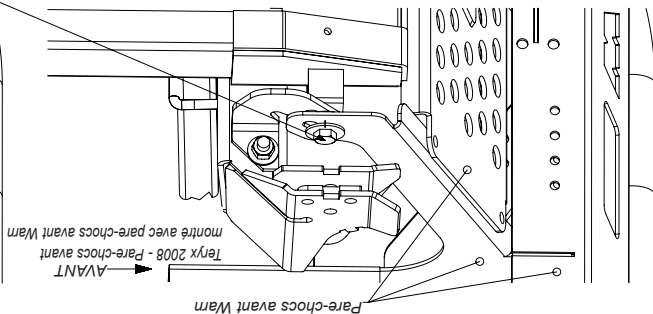

Figure 10C
18. Insérez des boulons de 10 mm, des rondelles et des espacateurs (fournis avec le kit de pare-chocs avant Warn) à travers le pare-chocs avant et les supports inférieurs du kit de montage de lame, puis dans le châssis. Voir les figures 10C et 10D.